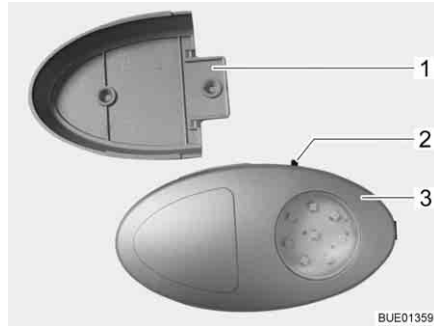

Fig. 65 Luce armadio guardaroba
- ▷ È possibile estrarre la luce armadio guardaroba dal supporto a vite (Fig. 65,1) e utilizzarla come torcia elettrica.
L'interruttore di accensione/spengimento (Fig. 65,2) è montato direttamente sulla luce armadio guardaroba (Fig. 65,3).